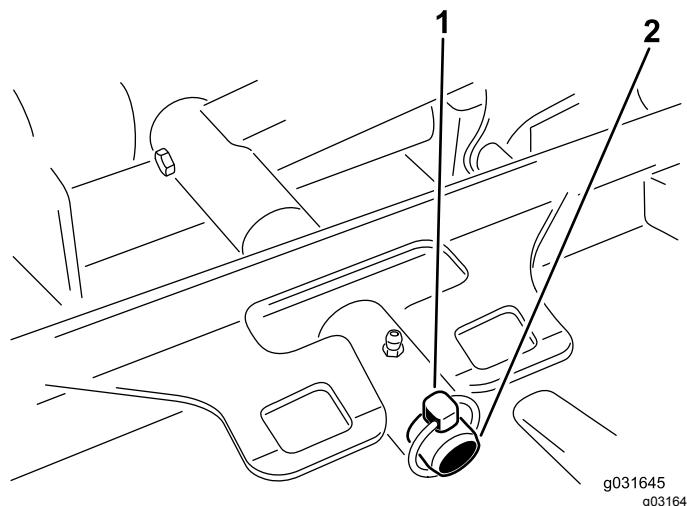

Рисунок 70
3. Снимите шплинт с кольцом или крепежную гайку, с помощью которых несущая рама режущего блока крепится к оси поворота подъемного рычага (Рисунок 70).
3. Наденьте несущую раму режущего блока на ось поворота подъемного рычага и закрепите ее шплинтом с кольцом или крепежной гайкой (Рисунок 70).